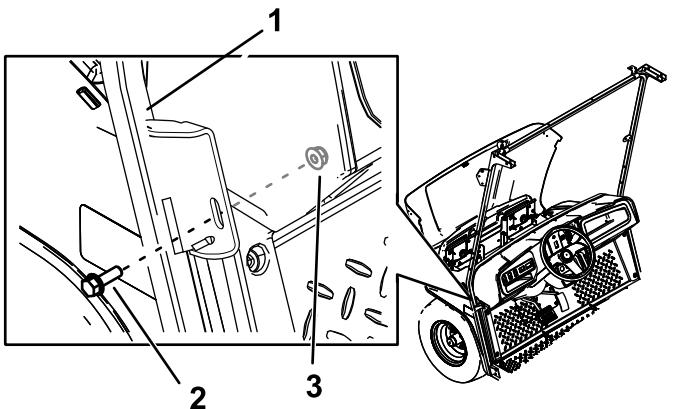

Figure 31
3. Fixez la patte centrale des supports gauche et droit du pare-brise à la machine en insérant 2 boulons à embase hexagonale (5/16" x 1") et 2 écrous (5/16") dans les trous que vous avez percés (Figure 31).